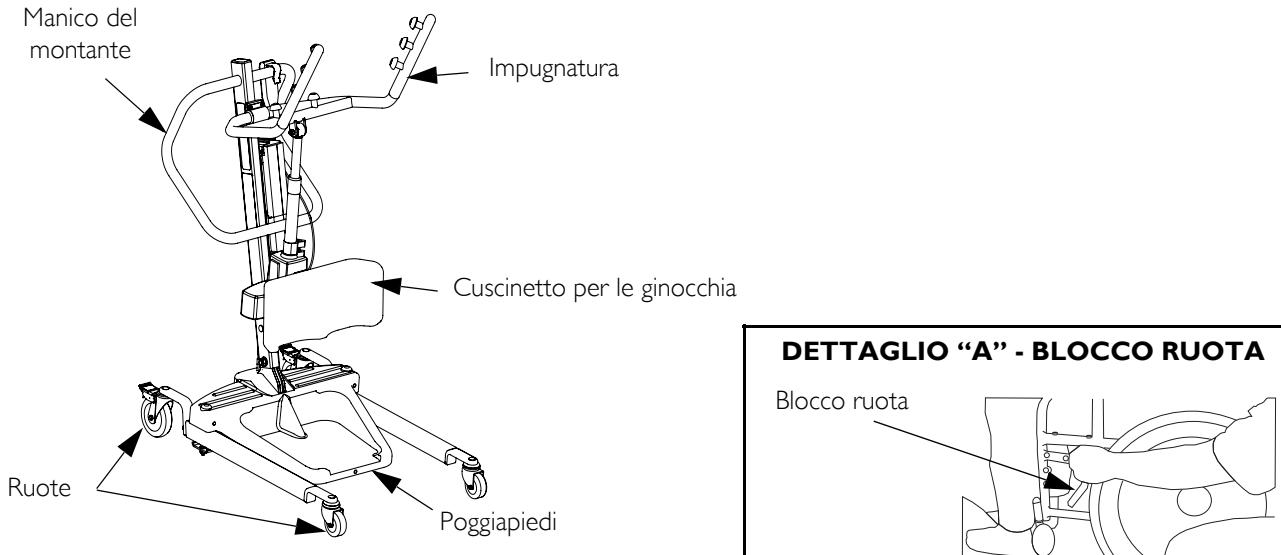

FIGURA 4.2 Sollevamento del paziente
NOTA: per questa procedura, fare riferimento alla FIGURA 4.2 a pagina 88.
1. Ordinare al paziente di mantenersi ai grip su entrambi i lati del sollevatore a cavalletto (Dettaglio "A" della FIGURA 4.2).
4. Se si sposta un paziente da una sedia a rotelle, bloccare le ruote della sedia (Dettaglio "B" della FIGURA 4.2).